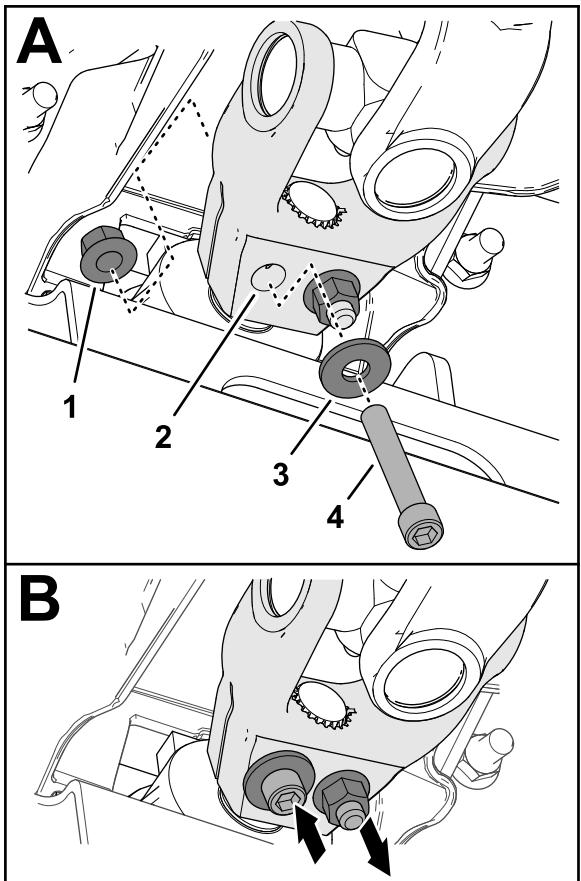

Bild 18
6. Montieren Sie eine Innensechskantschraube ($\frac{3}{8}'' \times 2\frac{1}{4}''$) durch eine Unterlegscheibe ($\frac{3}{8}''$) und die Bohrung in der Antriebswellengabel (Bild 18), und sichern Sie die Innensechskantschraube mit einer Sicherungsbundmutter ($\frac{3}{8}''$).
7. Montieren Sie eine Innensechskantschraube ($\frac{3}{8}'' \times 2\frac{1}{4}''$) durch eine Unterlegscheibe ($\frac{3}{8}''$) und die Bohrung in der Antriebswellengabel von der entgegengesetzten Richtung (Bild 18), und sichern Sie die Innensechskantschraube mit einer Sicherungsbundmutter ($\frac{3}{8}''$).